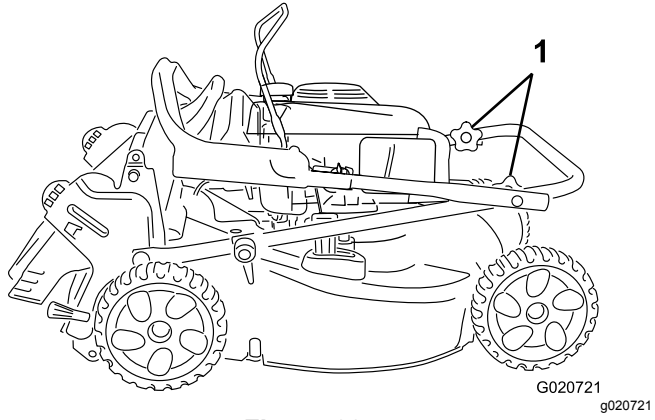

Figure 22
3. Rabattez la partie supérieure du guidon vers le moteur ; voir Figure 22.
2. Débranchez le fil de la bougie (Figure 22).